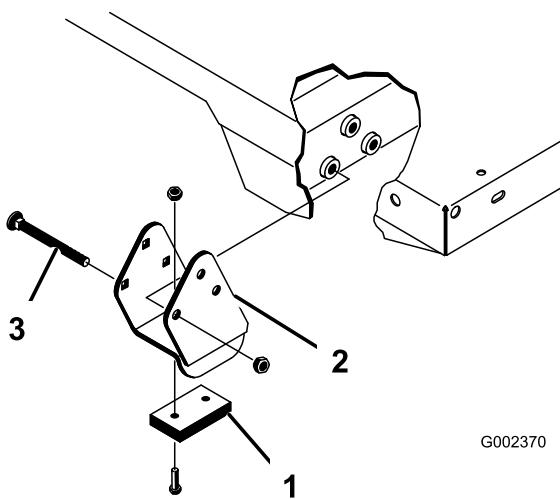

図 35
注 スペーサブラケットとウェアブロック図35はキャリッジボルトで固定しますが、このボルトは必ず頭を機械内側に向けてください。
2. 荷台を慎重に車両フレームの上に載せる。後部にある荷台のピボットプレートの穴とリアフレームチャネル鋼材の穴を揃えて、クレビスピンとリンチピン各2個を取り付ける図 35。
4. クレビスピンは荷台の外側から差し込み、リンチピンが荷台の外側に向いているようにする図 35。